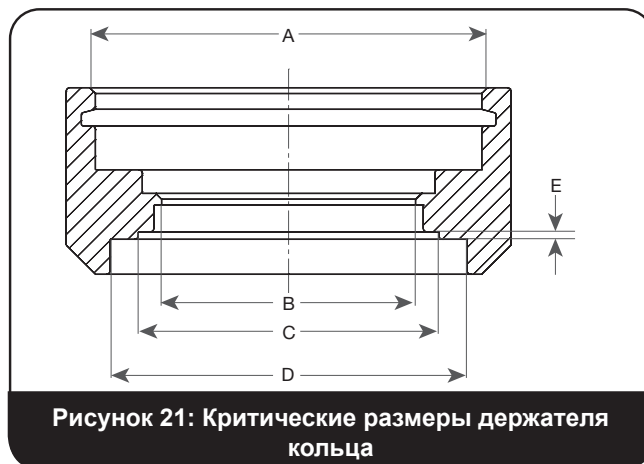

Рисунок 21: Критические размеры держателя кольца
2. Установите регулировочное кольцо на сопло. Убедитесь, что кольцо опустилось по соплу так, чтобы обеспечить достаточный зазор с держателем тарелки. Тарелка должна опираться на сопло, а не на кольцо (см. Рисунок 21 и Таблицу 5).